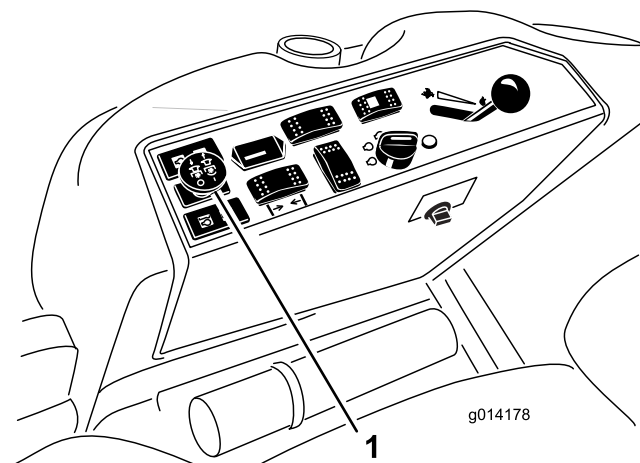

Figure 17
3. Tirez sur la commande de PDF pour engager la PDF (Figure 17).